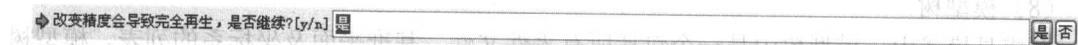

图 1-12 提示信息
④ 改变了精度值后，系统会在消息区显示图 1-12 所示的提示信息。单击右侧的按钮，系统将再生零件。